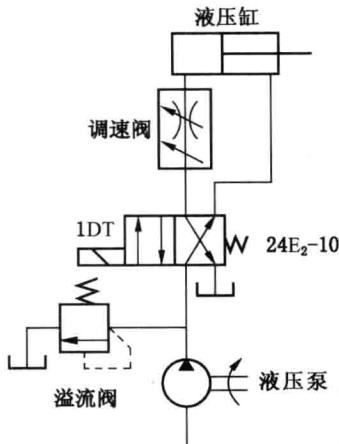
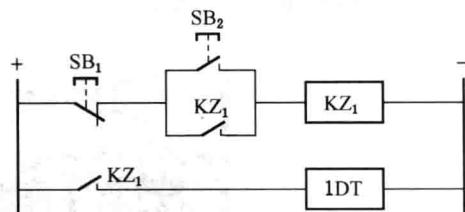

图1-7 进油路节流调速
图1-8 进油路节流调速电气控制接线图
(1) 操作前的准备。包括熟悉职能符号(图1-7),掌握系统的传动原理;对照图1-7,熟悉实训台上的液压元件;按图1-7接好各液压元件和电磁阀,按图1-8接好各操作按钮和电磁阀线圈。